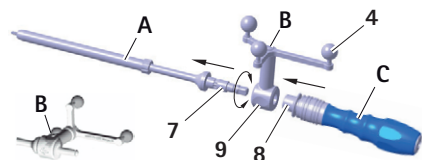

Fig. 6 Montarea unității de referință în formă de stea (pre-calibrată) și a mânerului S⁴C pe tăietorul filetat S⁴C
- Eliberați manșonul de blocare 8, vezi Fig. 6. Asigurați-vă că mânerul S⁴C este angajat.